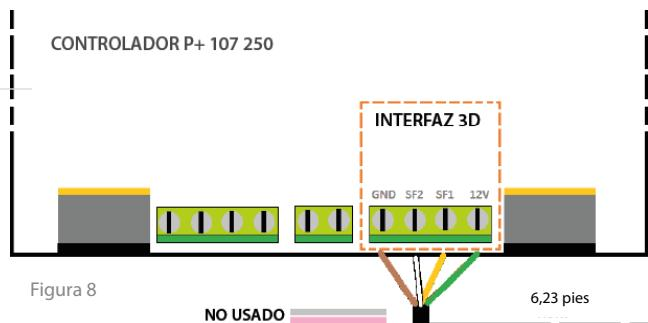

Figura 8
5.1 Suponiendo que el controlador Panachrome+ ya se haya instalado, conecte la caja de procesamiento de Smart 3D con el cable de 1,9 m/6,23 pies provisto (utilice la figura 8 de referencia).